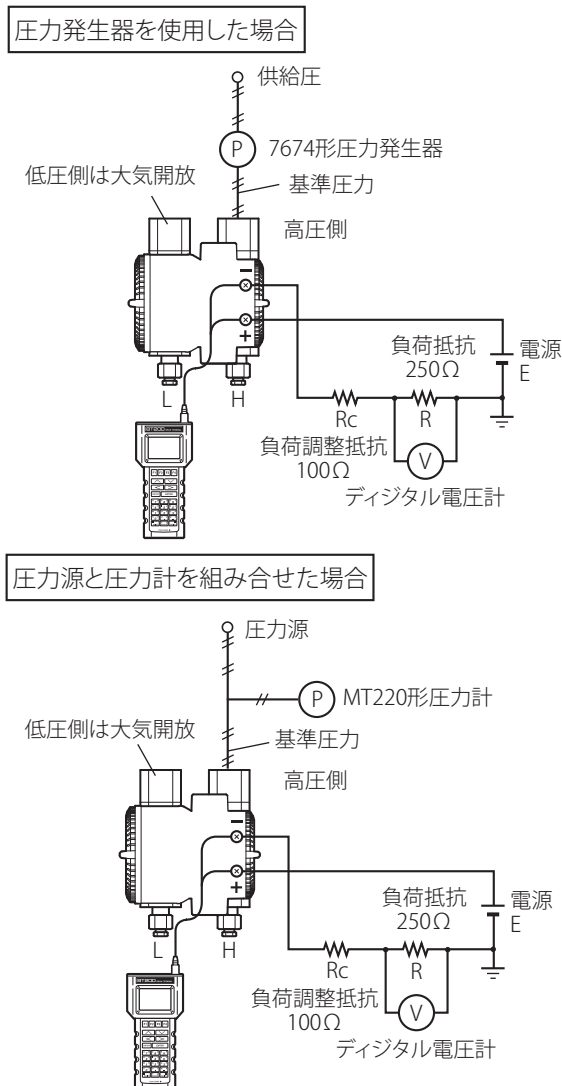

図9.1 各機器の接続
- ① 図 9.1 のように各機器を接続し、5 分以上ウォームアップします。